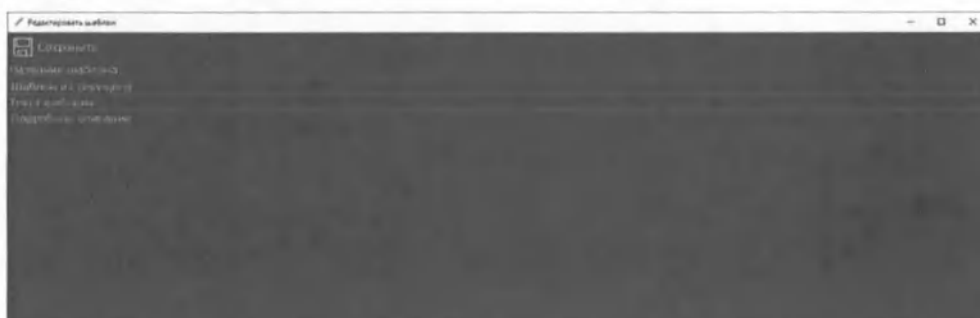

Рис. 137 Внешний вид окна "Редактирование шаблона"
- Откроется окно «Редактировать шаблон» (Рис. 137 Внешний вид окна "Редактирование шаблона");